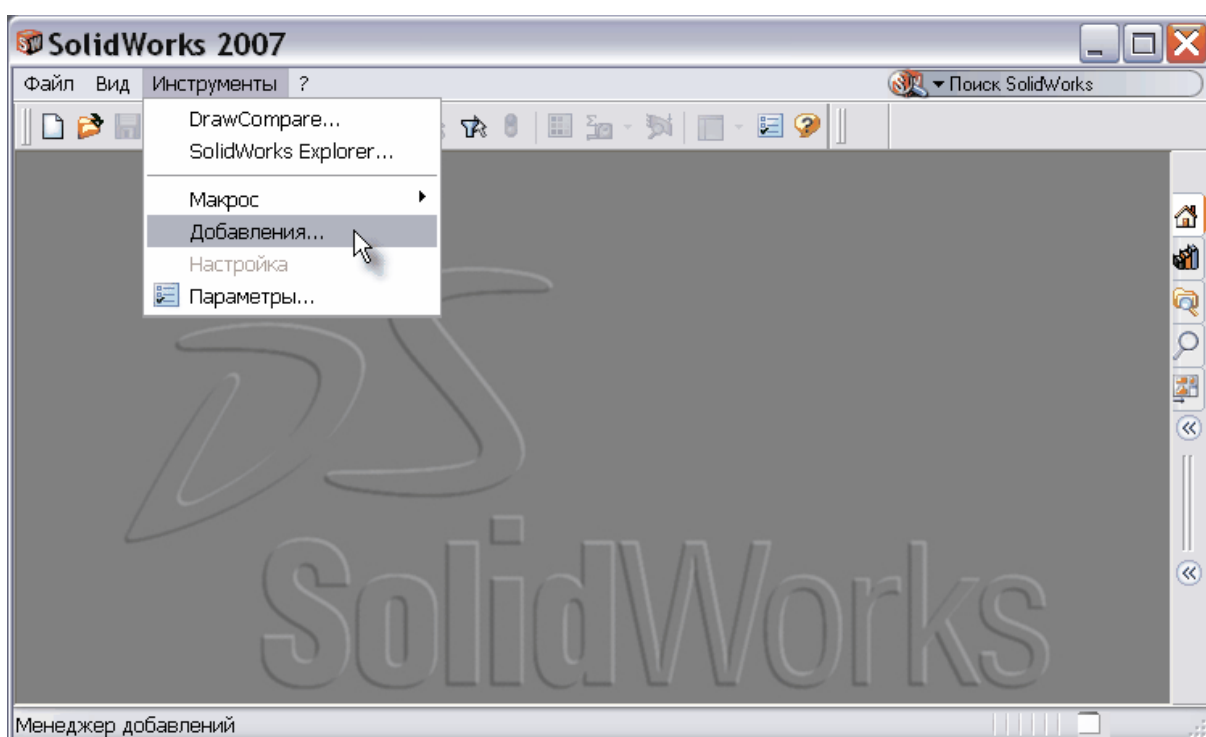

Рис.2. Подключение модуля интеграции к SolidWorks 2007
3. В меню **Инструменты** выберите пункт **Добавления** (Рис.2).